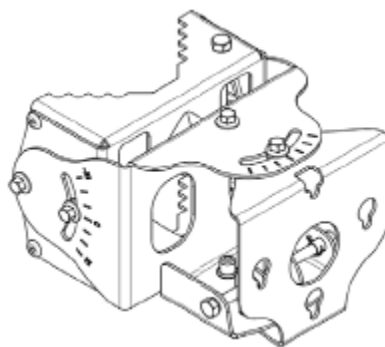

Рис. 13
- 1) Распакуйте опорно-юстировочное устройство (Рис. 13);